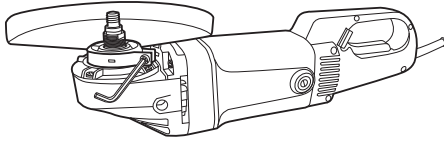

Abb.6
4. Ziehen Sie die Feststellschraube (11) mit dem Innensechskantschlüssel (15) fest (Abb. 6 und 7).